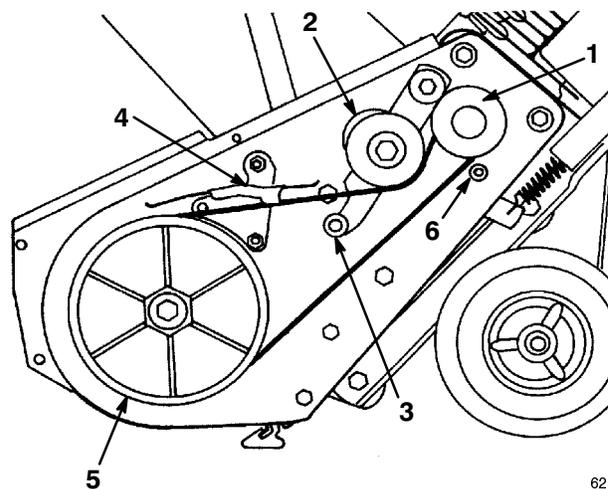

Figure 24
7. Tirez la poulie folle et déposez la courroie d'entraînement de la poulie de turbine, l'ensemble bras de frein et la poulie du moteur (Fig. 24).
8. Enroulez la courroie d'entraînement neuve autour de la poulie du moteur, sous la poulie folle, sur le galet, dans l'ensemble frein et autour de la poulie de turbine (Fig. 24).
**IMPORTANT :** La courroie d'entraînement doit passer en haut du galet, comme indiqué à la Figure 24.